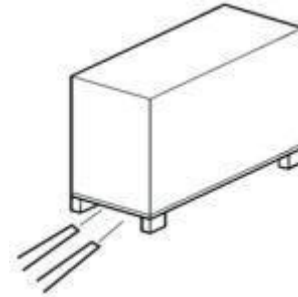

Рис. 28: Транспортировка с помощью вилочного погрузчика
1. ➤ Подвести вилочный погрузчик вилами так, как показано на Рис. 28.